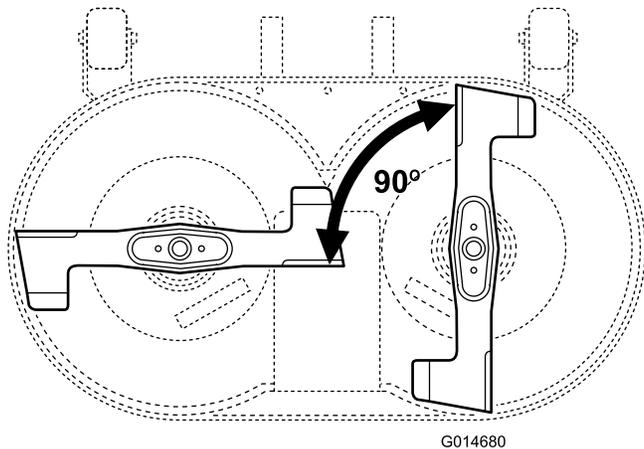

Figure 42
2. Placez les lames à 90° l'une de l'autre (Figure 42).